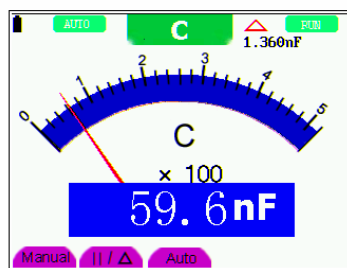

Рис. 24: Режим Измерение емкости
2. Нажимайте AUTO SET – до появления на дисплее символа «**C**» (см. рис. 24).